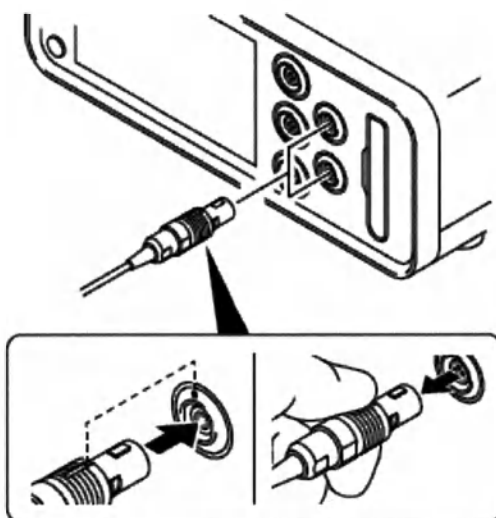

Рисунок 7 – Порядок подключения/отсоединения ножного переключателя
- Ножной(-ые) переключатель(-и) (*Рисунок 7*)